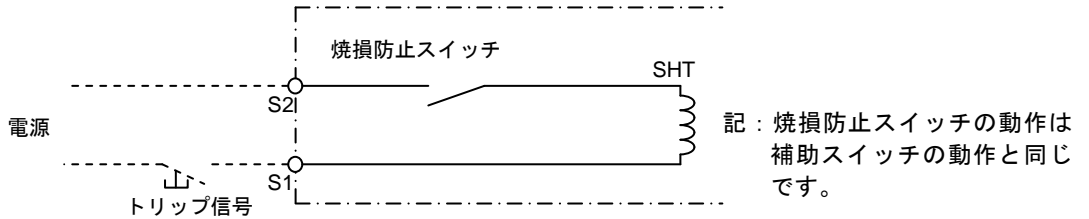

図5 SHTの接続
- SHTには焼損防止スイッチ (図5参照) が付いていますのでACBは、ON (閉路) 後に引外し動作が行われます。したがって電氣的インターロックには使用できません。ご注意下さい。
(1) 接続